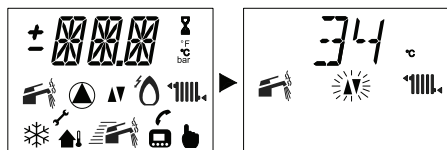

**Рисунок 5.35**
- Прежде чем включить электропитание котла, установите регуляторы 3 и 4 так, как показано на рисунке (см. Рисунок 5.35).
Нажмите кнопку сброса 5 (Рисунок 5.35) и пролистайте параметры до P11, предназначенного для настройки постциркуляции насоса. На ЖК-дисплее последовательно отобразятся следующие символы (параметр P11 будет загораться поочередно с 44).
Чтобы изменить настройку, поверните регулятор температуры горячего водоснабжения 3 (Рисунок 5.35) и установите его на выбранное время, как показано на следующем рисунке (Рисунок 5.39).
Шаг настройки регулятора 3 (Рисунок 5.35) соответствует отображаемому на ЖК-дисплее значению 44 (40 секунд). Это значение можно установить на максимум 255 (4 минуты). На ЖК-дисплее при этом будут поочередно загораться P11 и 60.